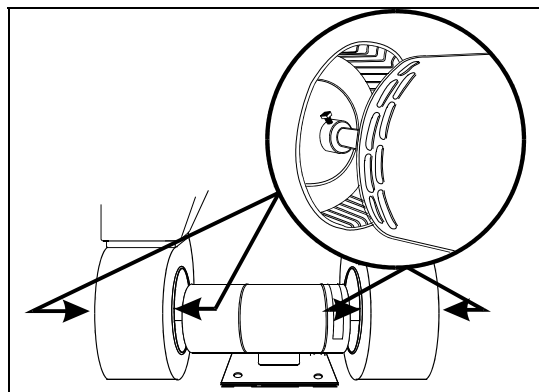

FIGURE 2 : FIXATION DES VENTILATEURS À L'ARBRE DU MOTEUR
6. Installer le socle sur lequel sont monté le moteur et les boîtiers des ventilateurs sur un établi et desserrer les vis à tête carrée fixant les ventilateurs à l'arbre du moteur (figure 2). Démontez un des deux boîtiers de ventilateur et glissez l'ensemble ventilateur et boîtier afin de libérer l'arbre du moteur.